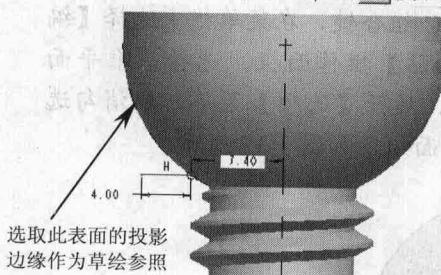
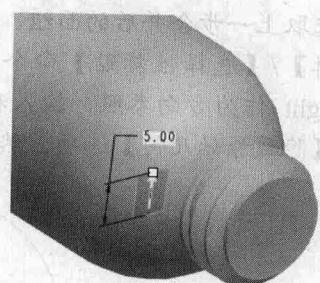

图1-11
图1-12
4. 在菜单栏中选择【插入】/【拉伸】命令，弹出【拉伸】操作面板。单击 $\square$ 按钮，展开【放置】菜单并单击 $\text{定义...}$ 按钮，选取基准平面 top 为草绘平面，右向参考面为基准平面 front，单击 $\text{草绘}$ 按钮进入草绘环境，选取曲面的投影边缘作为参照，绘制如图 1-11 所示的直线，单击 $\checkmark$ 按钮退出草绘环境。输入深度为“5”，然后单击 $\checkmark$ 按钮创建曲面，如图 1-12 所示。